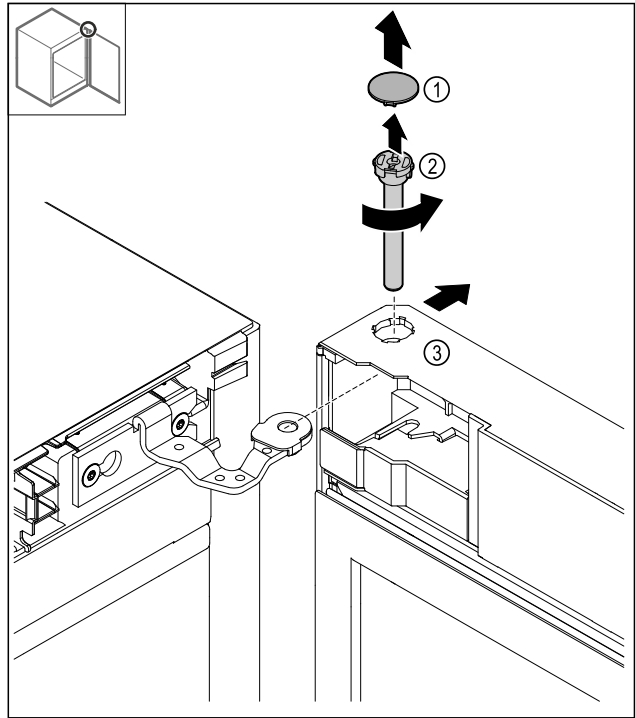

Fig. 15
- Abdeckung Fig. 15 (1) abnehmen.
- Bolzen Fig. 15 (2) gegen den Uhrzeigersinn lösen und herausziehen.
- Tür Fig. 15 (3) leicht kippen.